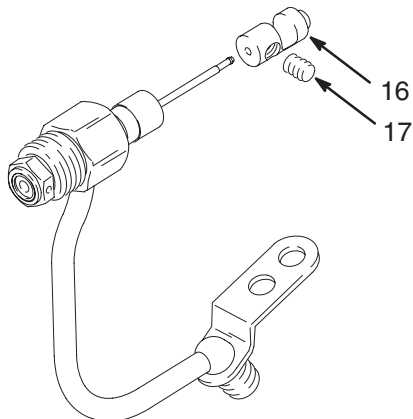

Fig. 11
7. Lossa låsskruvorna (17) medan fjäderstyrningen (16) hålls fast så att inte nålen böjs. Ta bort fjäderstyrningen (16). Se Fig. 11.